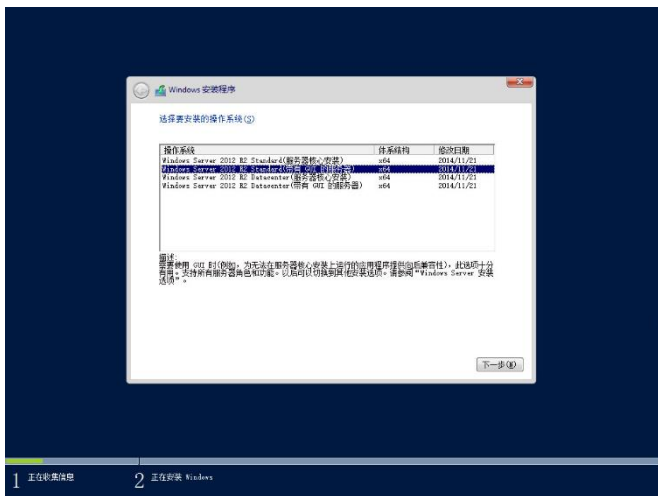

图 6-4
- e. 点击现在安装按钮, 进入操作系统版本选择界面, 如图 6-4 所示, 以 Standard (带有 GUI 的服务器) 为例, 选择 Windows Server 2012 R2 x64 Standard (带有 GUI 的服务器)。